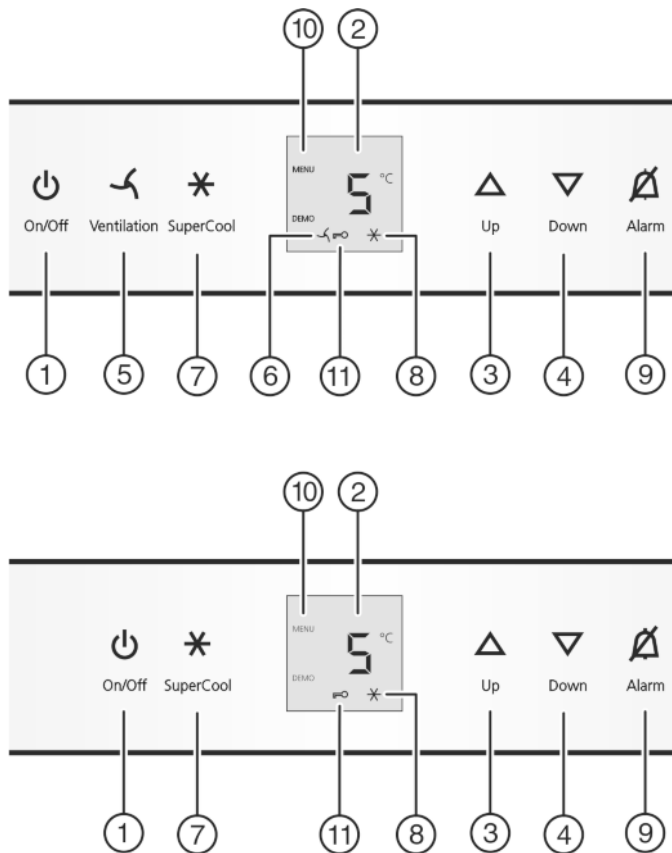

Fig. 2
- ▶ Toets On/Off Fig. 2 (1) indrukken.
- ▶ Instelmodus activeren: Druk de toets SuperCool Fig. 2 (7) ca. 5 s in.
- ▶ Druk kort op de toets SuperCool Fig. 2 (7) om te bevestigen. Als in de display **cl** wordt aangegeven:
- ▶ om de kinderbeveiliging in te schakelen, drukt u kort op de toets SuperCool Fig. 2 (7).
- ▷ Het symbool kinderbeveiliging Fig. 2 (11) brandt. Op de display knippert **c**.
- ▶ om de kinderbeveiliging uit te schakelen, drukt u kort op de toets SuperCool Fig. 2 (7).
- ▷ Het symbool kinderbeveiliging Fig. 2 (11) dooft. Op de display knippert **c**.
- ▶ Instelmodus deactiveren: toets On/Off Fig. 2 (1) indrukken.
- ▶ Toets Alarm Fig. 2 (9) indrukken.
- ▶ Temperatuur hoger instellen: insteltoets Up Fig. 2 (3) indrukken.
- ▶ Temperatuur lager instellen: insteltoets Down Fig. 2 (4) indrukken.
- ▶ Toets SuperCool Fig. 2 (7) kort indrukken.
- ▷ Het symbool SuperCool Fig. 2 (8) brandt op het display.
- ▷ Het symbool SuperCool Fig. 2 (8) in de display gaat uit.